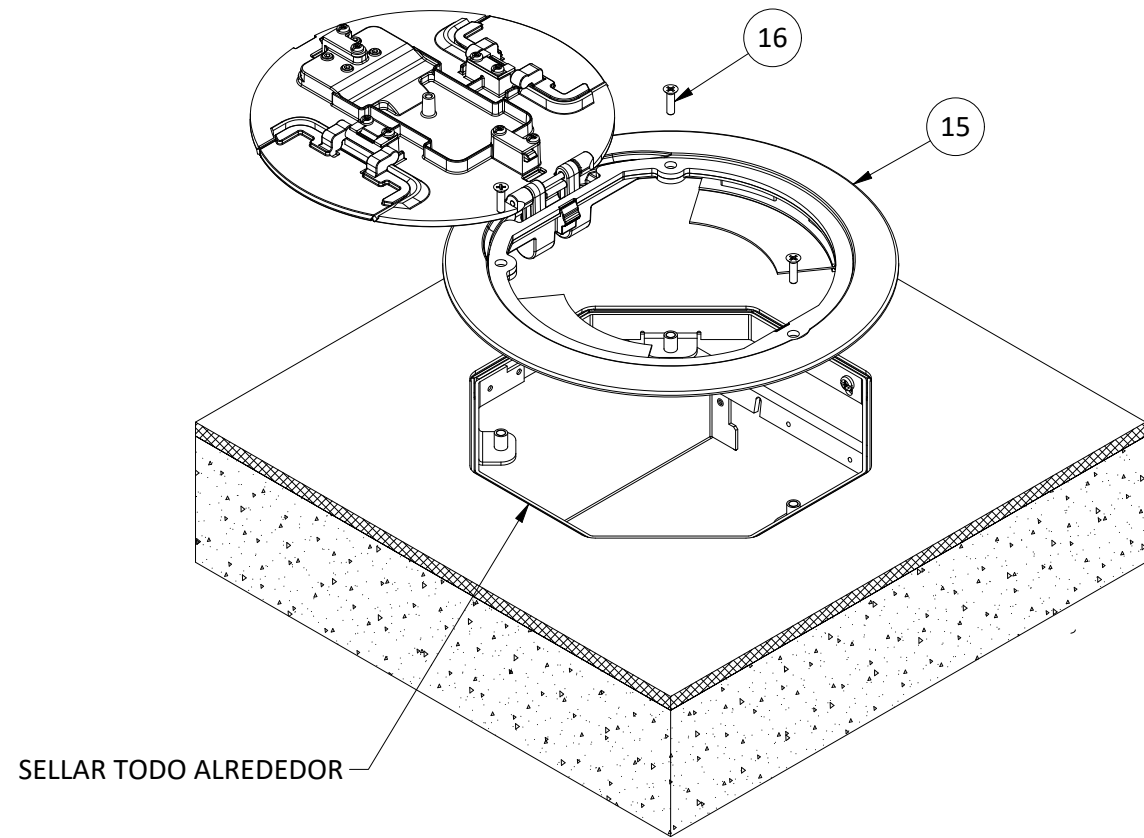

FIGURA 5
21. Selle el espacio alrededor del collarín de soporte de la cubierta [12] con una gota continua de sellador de silicona tipo RTV de grado eléctrico (VER FIGURA 5).